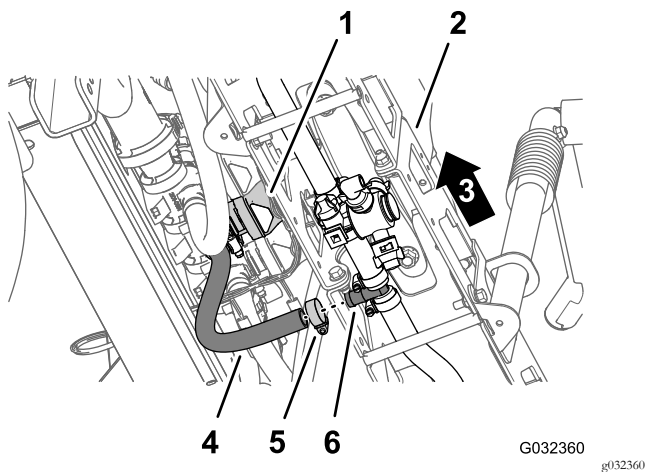

Рисунок 43
- Под средней секцией стрелы снимите шланговый хомут, который крепит шланг подачи секции стрелы к тройнику типа «елочка» (Рисунок 43).